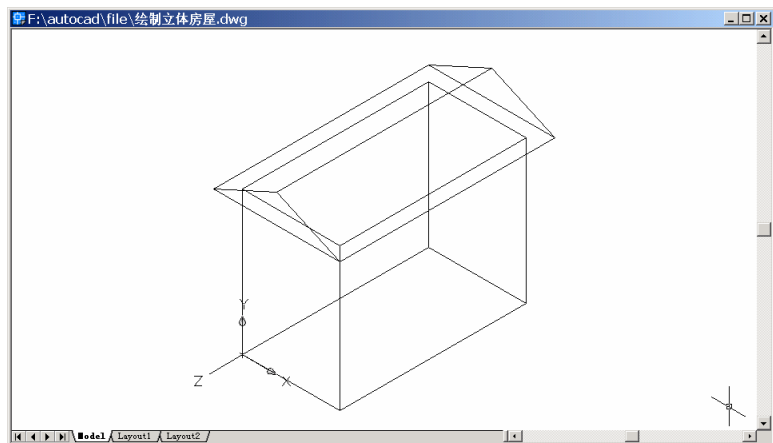

图 22.7 变换视图
(7) 用 VIEW 命令变换视图为 Southwest Isometric (西南视图), 结果如图 22.7 所示。